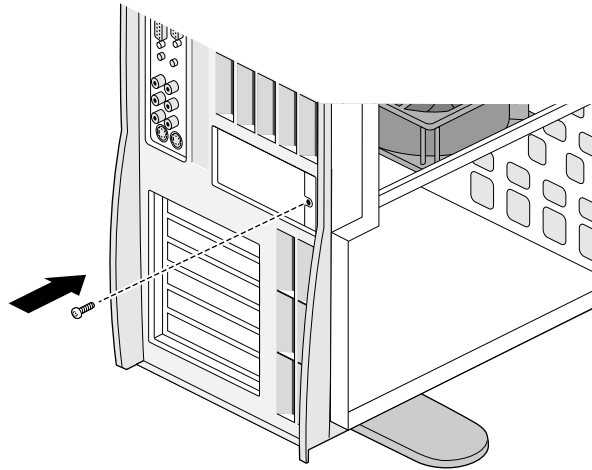

図 5-24 ネジを取り付けて Silicon Graphics SD1100 カードブランクパネルを固定する
12. 片方の手で I/O ブランクパネルを持ち、もう一方の手でシステム外側のネジ穴にネジを挿入します (図 5-24)。